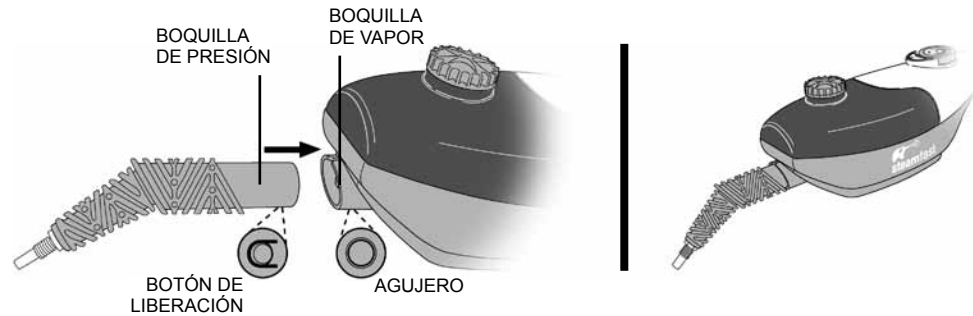

FIGURA 4
1. Alinee la Boquilla de Presión con la unidad principal como se muestra (FIGURA 4).